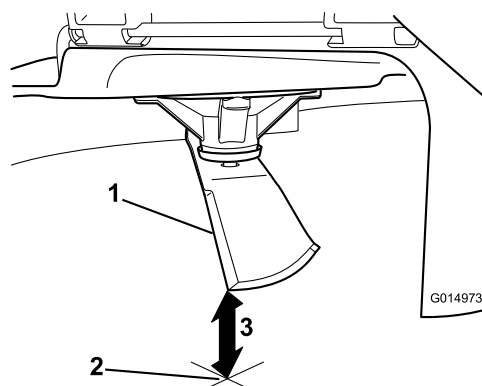

Figure 42
3. Mesurez la distance entre la pointe de la lame et la surface plane (Figure 42).